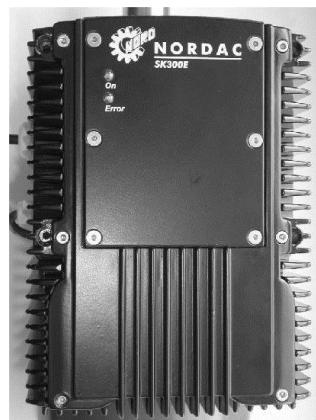

Bild 1
2. Die 6 Befestigungsschrauben der **Blindplatte** lösen und Blindplatte entfernen (Bild 1).
5. Nun die 6 Befestigungsschrauben in der vorgeschriebenen Reihenfolge von 1 bis 6 (siehe Bild 1) und mit dem in der Tabelle angegebenen Drehmoment anziehen.